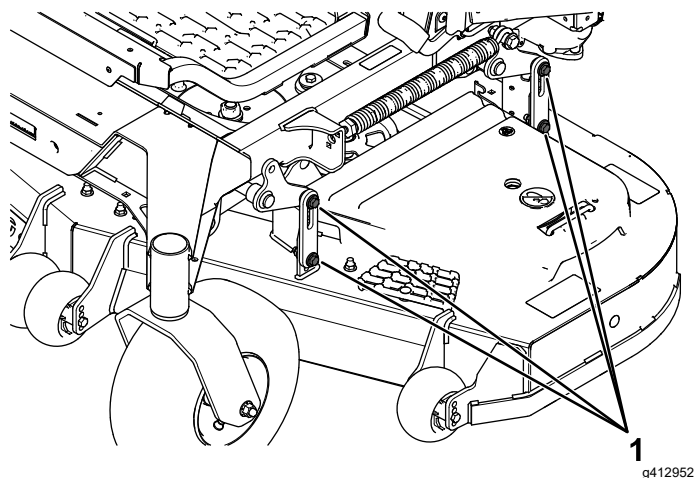

Figure 102
16. Desserrez les boulons (Figure 102) aux quatre coins de sorte que le tablier repose solidement sur les 4 cales.